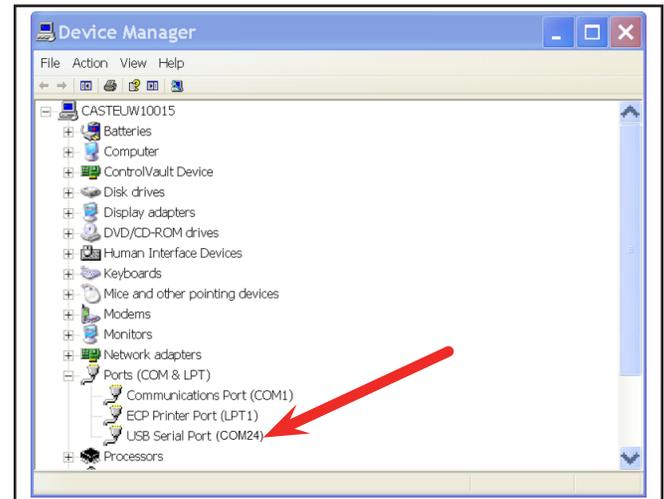

Figure 23 - Numéro de port de COM (communication)
5. Noter le paramètre **COM** du câble (par exemple **COM24**, comme montré en Figure 23).